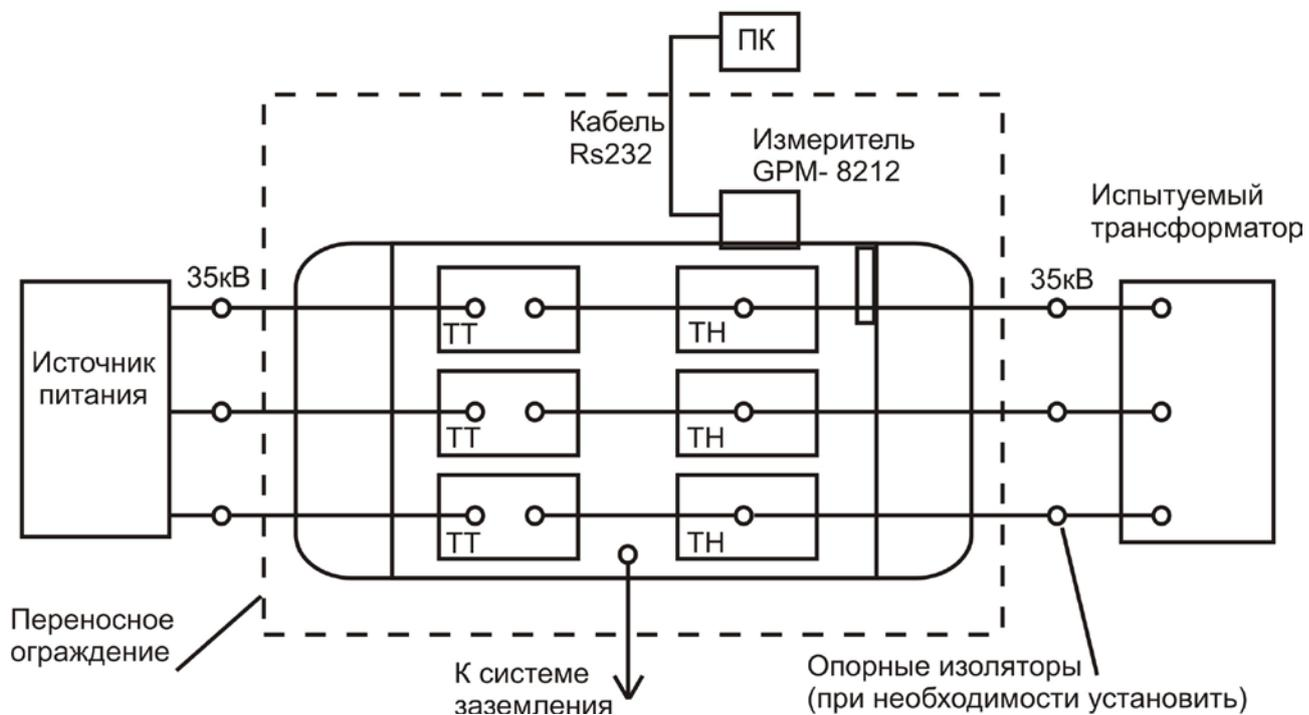

Рис.7.
- 6.2. Ориентировочное размещение оборудования приведено на рис.7.